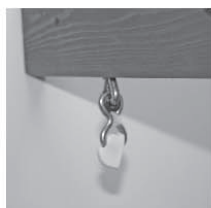

Abb. 23.3
- C: Stülpen Sie die Abdeckung des Schaukelaufhängers bis zum Anschlag über den Haken. (Abb. 23.3)